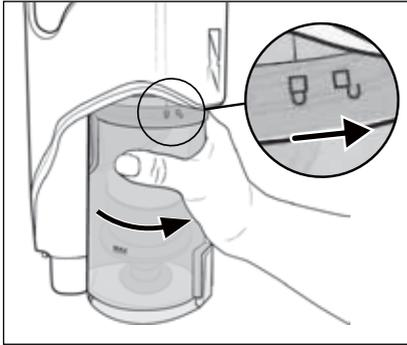

Fig. 23
- 8) Remettez le bac à poussière ⑦ dans l'appareil et tournez-le dans le sens du symbole  (fermer) jusqu'à ce qu'il soit bien en place dans l'appareil (voir fig. 23).